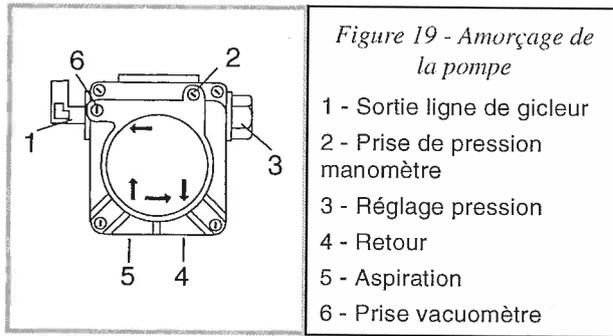

Figure 19 - Amorce de la pompe
- Desserrer le bouchon de la prise vacuomètre (rep. 6, fig. 19, p. 11) et attendre la sortie du fioul.